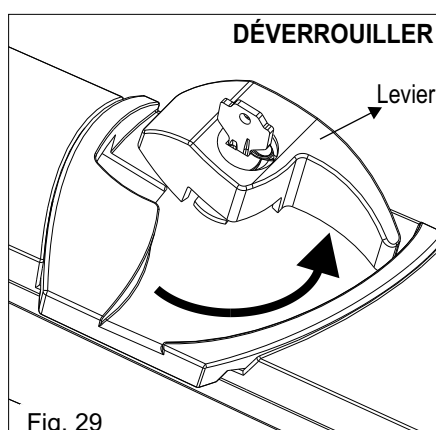

Fig. 29
- 3) Tourner le levier en sens inverse aux aiguilles d'une montre pour débloquent l'actuateur (fig.29).